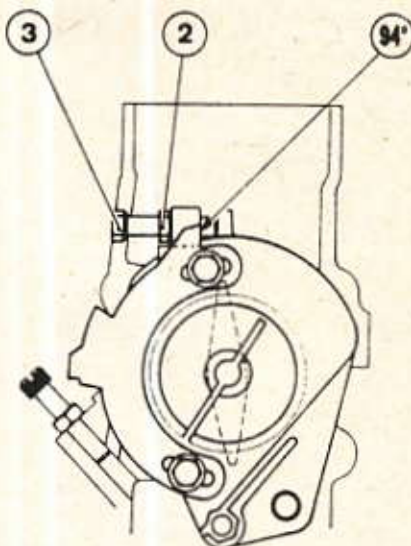

Fig. 10. — Réglage de l'ouverture maximale du papillon
- Débloquer le contre-écrou (2) (fig. 10).